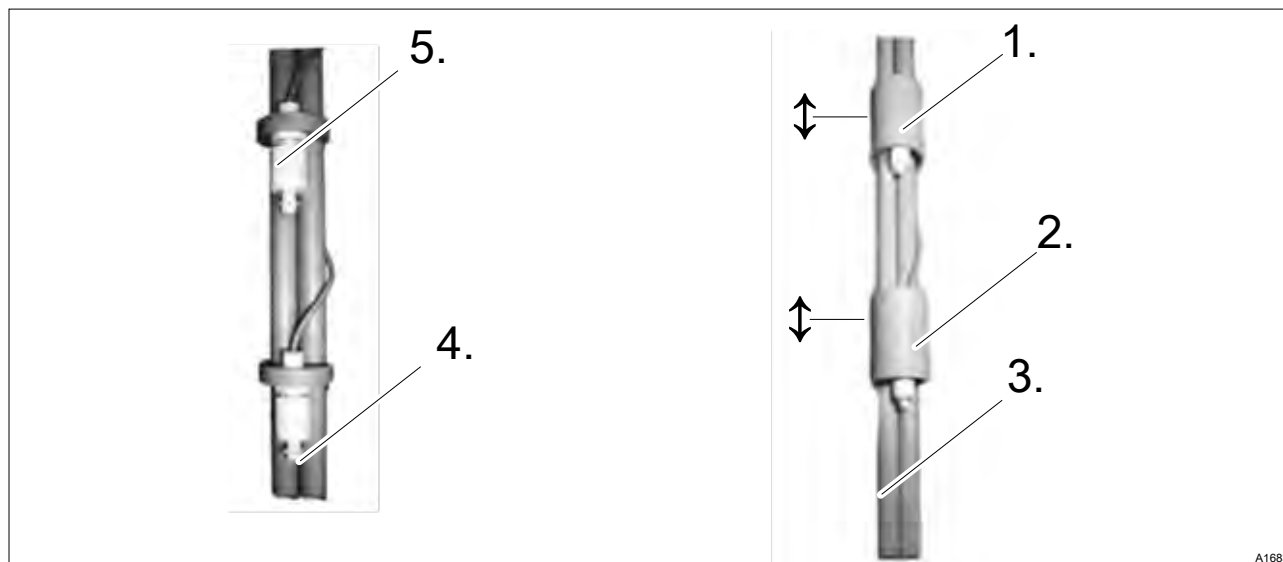

Fig. 1: Componentes de la lanza de aspiración universal
4. ➤ Acorte los tubos de aspiración de la lanza de aspiración universal, véase Fig. 1, a la medida necesaria en función del tamaño del recipiente.
5. ➤ Deslice los interruptores de nivel sobre los dos tubos de aspiración de la lanza de aspiración universal, véase Fig. 1, hasta obtener la posición deseada. Mantenga una distancia mínima de 1 cm aproximadamente.